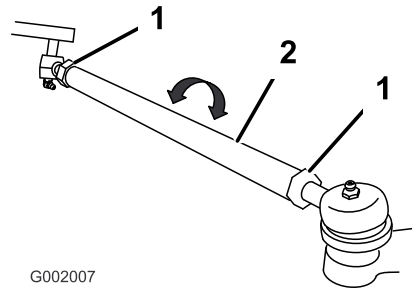

图51
5. 如果测量值超出规定的范围，应松开横拉杆两端的锁紧螺母（图51）。